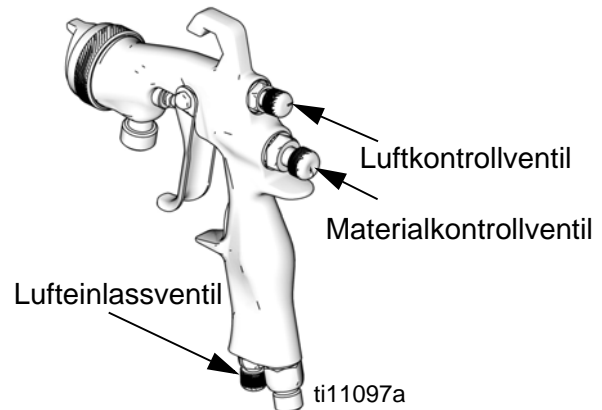

ABB. 3
2. Um ein volles Spritzbild zu erzielen, das Lufteinstellventil öffnen, indem Sie es den Knopf bis zum Anschlag gegen den Uhrzeigersinn drehen. Siehe ABB. 3.
3. Für ein rundes Spritzbild die Spritzbildluft durch Drehen des Lufteinstellventils bis zum Anschlag im Uhrzeigersinn abschalten. Siehe ABB. 3.